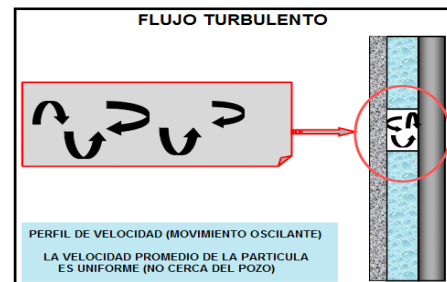

Figura B-3. Flujo turbulento.
**Flujo turbulento.** El flujo turbulento se produce a altos índices de cizallamiento, cuando el fluido se mueve en forma caótica. En un flujo turbulento las partículas son arrastradas por giros al azar y remolinos de corriente, la fricción en este flujo es mayor, figura B-3.